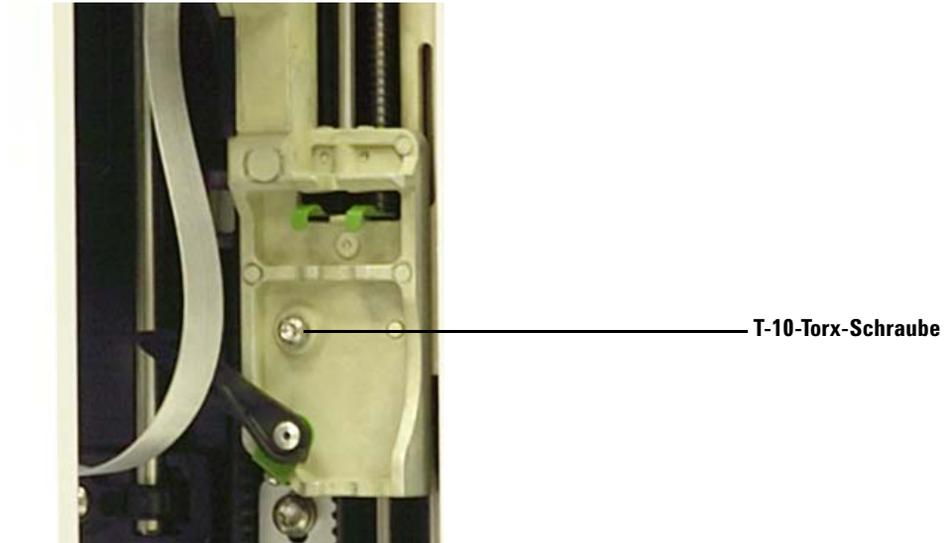

Abb. 101 Entfernen der T-10-Torx-Schraube über der Spritzenverriegelung
- 9 Lösen und entfernen Sie die T-10-Torx-Schraube über der Spritzenverriegelung vollständig (Abb. 101).